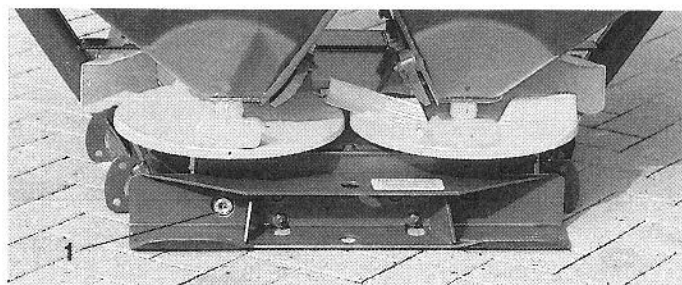

Fig. 9.3
5. Växellådan på maskinen är normalt sett underhållsfria. Från fabrik är växellådan fylld till rätt nivå med växellådsolja. **Oljenivån måste vara synlig i siktglaslet (Fig. 9.3/1).** Efterfyllning behöver normalt sett inte ske. Om yttre läckage och/eller oljud från växellådan förekommer, tyder detta på oljeläckage. Ta reda på orsaken till detta och åtgärda felet varefter ny växellådsolja påfylls.